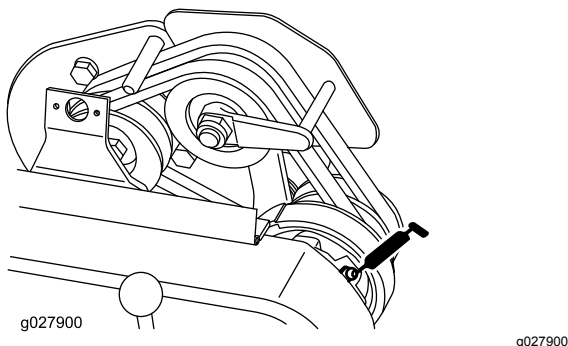

Figura 25
- 1 en los puntos de pivote de la polea tensora de la correa (Figura 25).